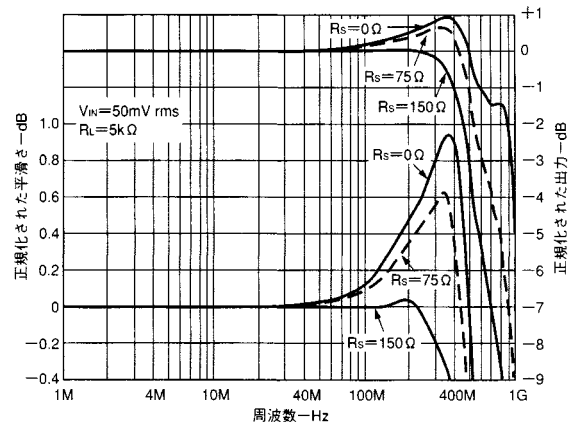

図20. 周波数応答対入力直列抵抗
- マルチプレクサの入力に直列に配置された抵抗(R_S)は0.1dBの平滑さを最適化するために提供しますが、必要ではありません。出力容量の増加はピークを増加させ、帯域を減少させます(図20参照)。
各オープン・ループ・バッファはコンプリメンタリ・エミッタ・フォロアとして作られ、高い入力インピーダンス、均整のとれたスリュー・レートと負荷ドライブ、そしてその²の電流ゲインによって高い出力 - 入力間のアイソレーションを実現しています。選択されたバッファは、バッファがすばやくスイッチ・オンになれる高速のスイッチド電流源によってONにバイアスされています。専用の平滑回路が、AD8180とAD8182のオープン・ループ構造と結びついて大きい容量性の負荷をドライブした時のピークを低く保ち(典型値は1dB未満)入力や出力に外付けの直列接続の抵抗を使う必要がありません。もし、さらなる平滑応答が必要であれば、入力直列抵抗(R_s)を使えますが(図20参照)これはクロストークを増加させてしまいます。AD8180とAD8182のdcゲインは $R_L > 10 k$ ではほと